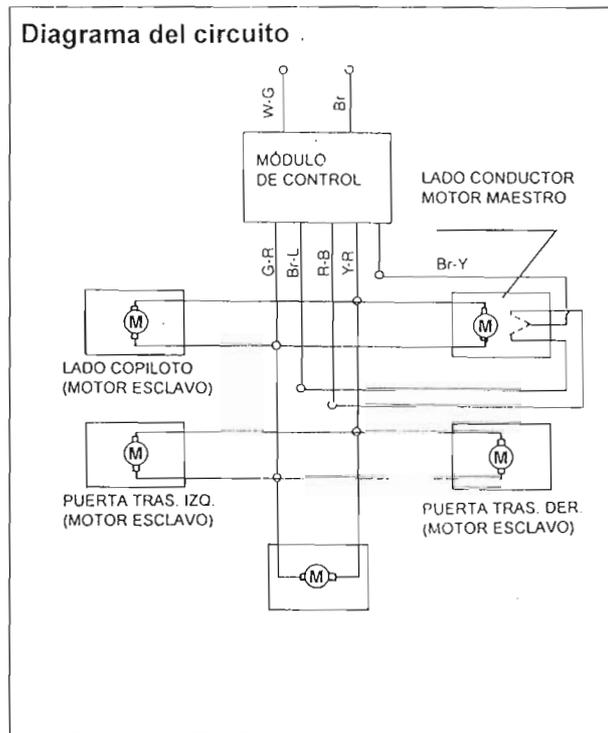

Fig. 26
7. SISTEMA DEL CIERRE CENTRALIZADO (Fig. 26)
- (Nota: Se puede construir un circuito simple de pruebas tal como se indica en el diagrama para comprobar el funcionamiento correcto de varios componentes eléctricos del sistema de cierre centralizado. Fig.26)